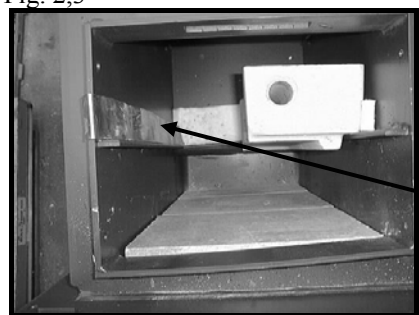

Fig. 2,4
6. Rechten und linken Stein montieren. Die Isolierrahmen dient dazu, die Packungen an den Seitenwänden der Brennkammer festzuhalten, während die Steine gegen die Hinterwand der Brennkammer geschoben werden, siehe Fig. 2,4 und Fig. 2,5.